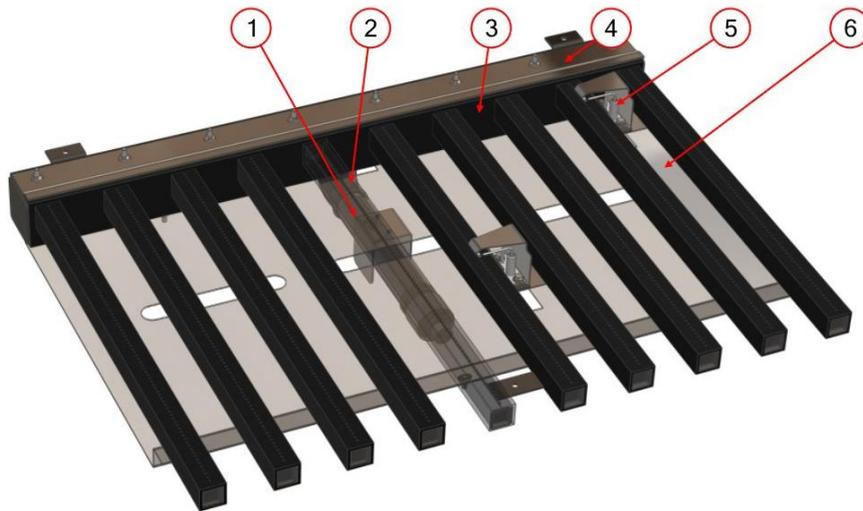

Fig1
- Fig1 brûleur avec 1 sortie venturi (Fig1 représentation du brûleur de la sauteuse 50dm²)